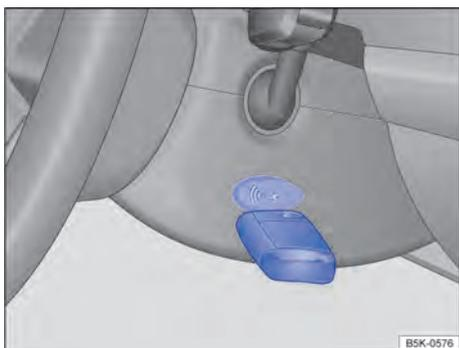

Fig. 104 À direita na coluna de direção: função de partida de emergência em veículos com sistema de travamento e de partida Keyless Access sem chave.
- Logo após pressionar o botão de partida, manter a chave do veículo à direita, no revestimento da coluna de direção → Fig. 104.